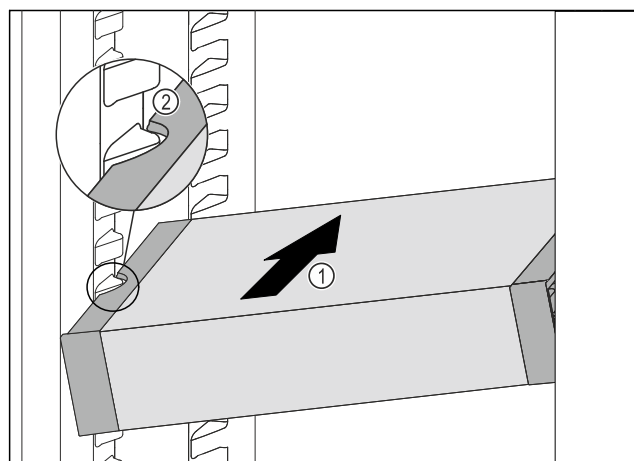

Fig. 86
- Вдвигайте VarioSafe под наклоном в холодильное отделение Fig. 86 (1), пока боковые выемки Fig. 86 (2) VarioSafe не окажутся на высоте выступа резервуара в холодильном отделении.